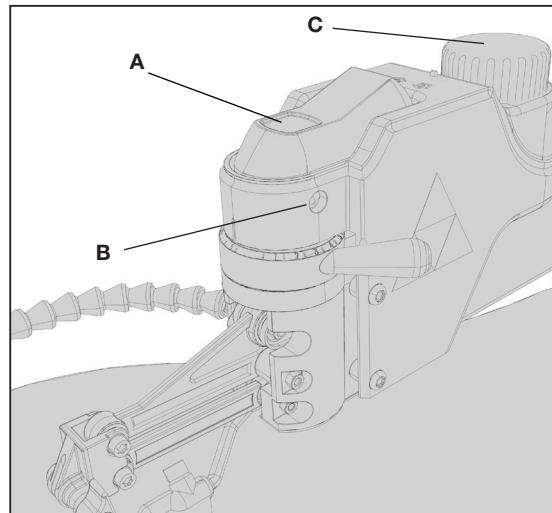

FIG. 8
Pour mettre la scie à découper en marche, appuyer sur l'avant de l'interrupteur (A) fig. 8. La scie se verrouille automatiquement en position de marche. Pour arrêter l'outil, appuyer sur l'arrière de l'interrupteur (A). L'interrupteur comporte un trou (B) afin d'y insérer un cadenas pour verrouiller la scie en position d'arrêt (fig. 8).
**IMPORTANT :** Lorsque la machine n'est pas utilisée, l'interrupteur doit être verrouillé en position de « OFF » (ARRÊT), pour empêcher toute utilisation non autorisée en utilisant un cadenas avec une boucle de 4,76 mm (3/16 po) dispositif d'accrochage de diamètre par du trou (B) fig. 8.
La scie à découper est munie d'un régulateur de vitesse (de 400 à 1 750 courses à la minute). Pour actionner le mécanisme, faire tourner le régulateur de vitesse (C) fig. 8 lorsque la scie fonctionne.